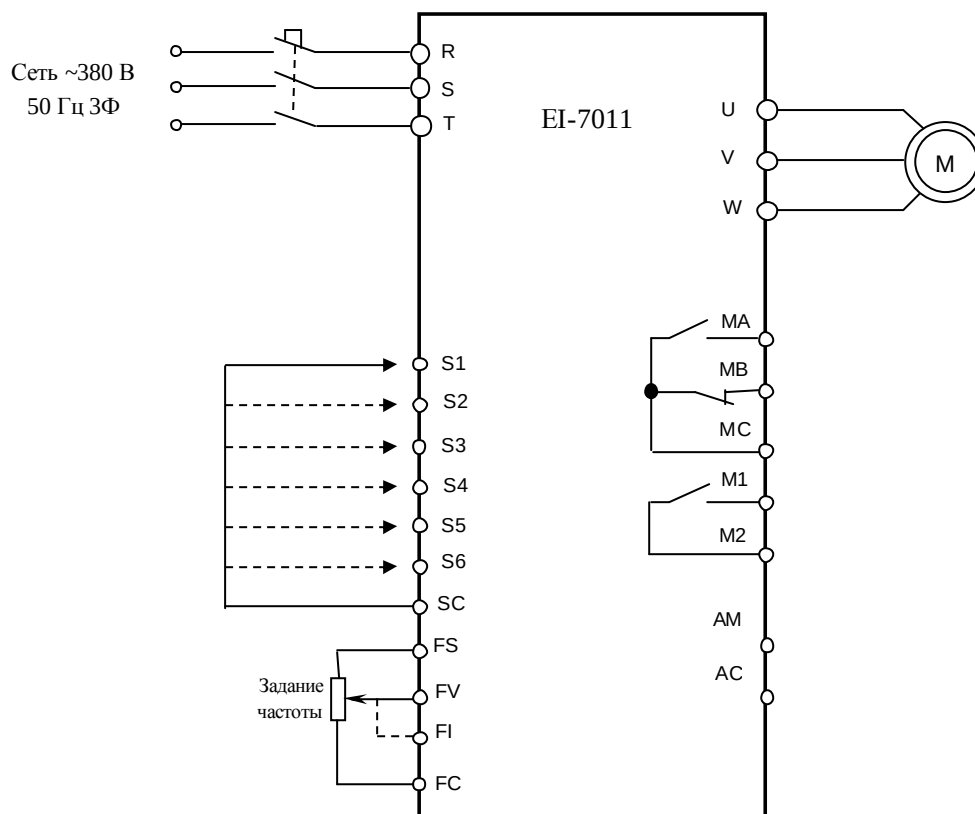

Рис. 4.20. Диагностика входных и выходных цепей управления преобразователя EI-7011.
4.14.1. Подключить электродвигатель к выходным клеммам U, V, W (рис.4.20).
4.15.3. Подключить один из концов проволочной перемычки 3.4.6 (рис. 4.20) к клемме SC. Подключить электродвигатель соответствующей мощности к выходным клеммам U, V, W.